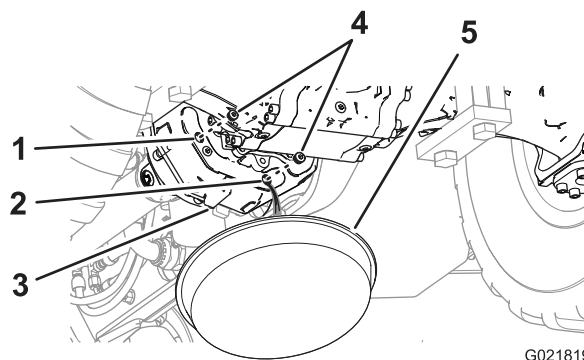

Bild 74
1. Stellen Sie eine Auffangwanne unter die Rückseite des Getriebegehäuses (Bild 74).
2. Entfernen Sie die Schrauben aus der Ablassöffnung und der Schauglasöffnung im Getriebegehäuse (Bild 74).